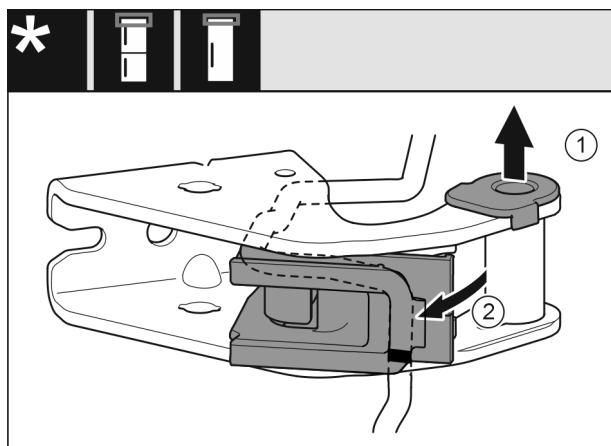

Fig. 26
- Vytáhněte ložiskové pouzdro z vedení. Fig. 26 (1)
- Otočte držák kabelu ven. Fig. 26 (2)